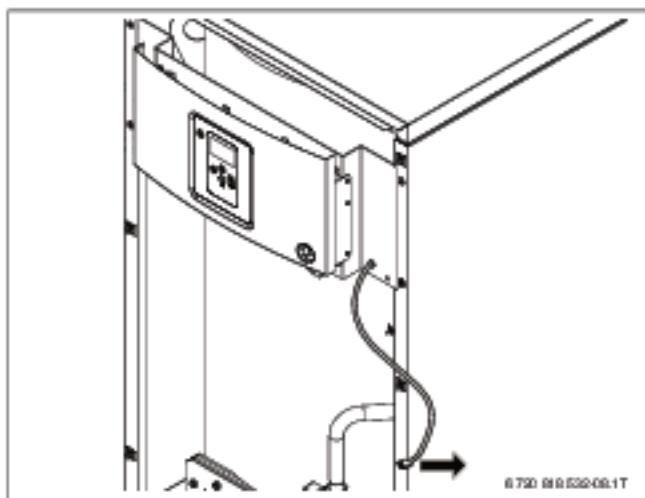

Рис. 13 Отсоединение кабеля заземления
- ▶ При удалении передней стенки обязательно удалить кабель склеммы на передней стенке (→ Рис. 13).